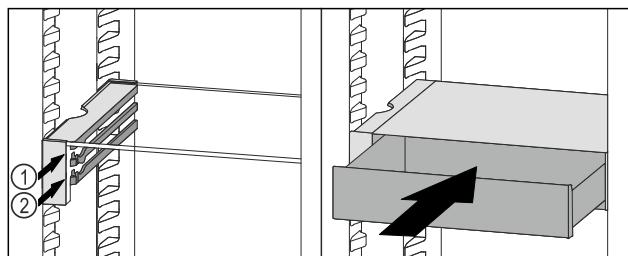

Fig. 70
- Встановити висувний ящик VarioSafe за стопорами на потрібне ребро Fig. 70 (1) або Fig. 70 (2).